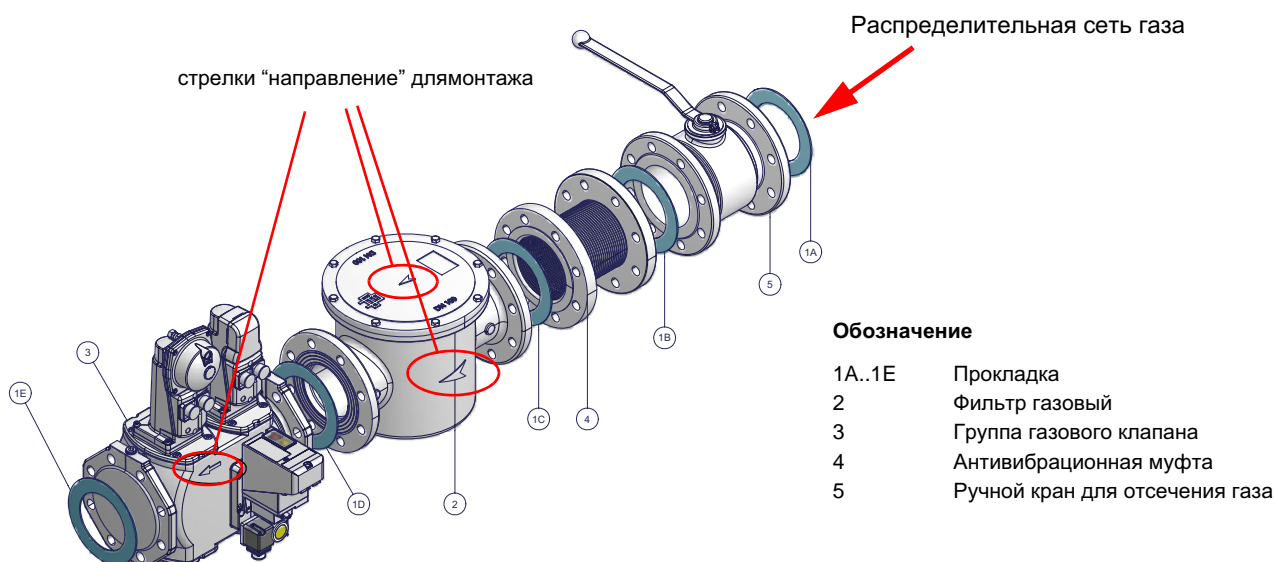

Рис. 3 - Пример газовой рампы
- 1 - б) при фланцевых соединениях: между соседними компонентами устанавливать прокладку (1A..1E - Рис. 3), совместимую с используемым газом,
ВНИМАНИЕ: после монтажа газовой рампы согласно схеме на Рис. 3, необходимо провести тестирование на герметичность газового контура, согласно требований действующих нормативов.